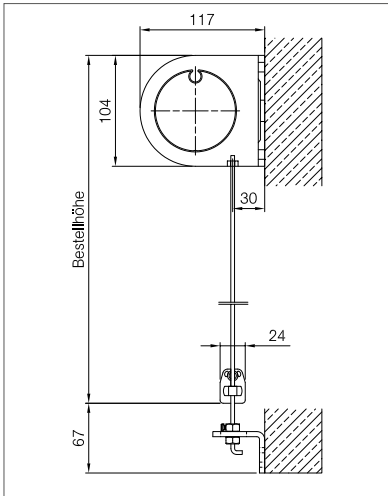

Abb. 11: Seitenansicht
- » Anschraubpunkte der Spannwinkel anzeichnen und verbohren (Abb. 11 und 12)
- » Das Spannseil im Spannwinkel befestigen. Achten Sie darauf, dass das Seil unter Spannung befestigt wird (Abb. 11 und 12)